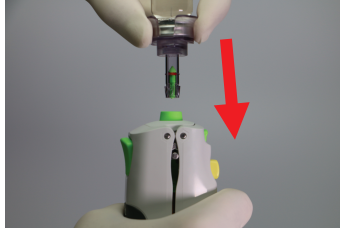

figura 9
- a) Introduzca la jeringuilla y el dispositivo de la ampolla en la carcasa del núcleo central interior del inyector cargado hasta que "haga clic" en el lugar, como se muestra en la figura 9.